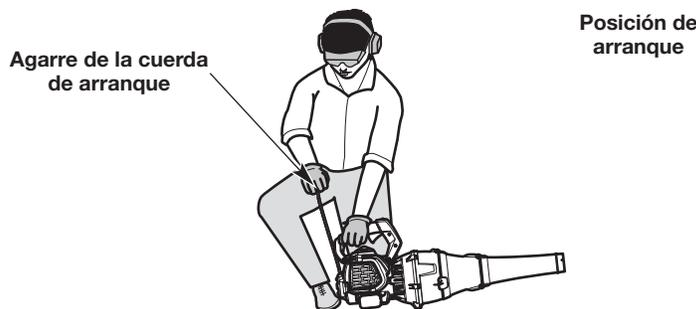

Fig. 8
ADVERTENCIA: Evite arrancar la unidad por accidente. A fin de evitar lesiones graves, el operador y la unidad deben estar en una posición estable al tirar de la cuerda de arranque (Fig. 8).
4. Agáchese en la posición de arranque (Fig. 8).